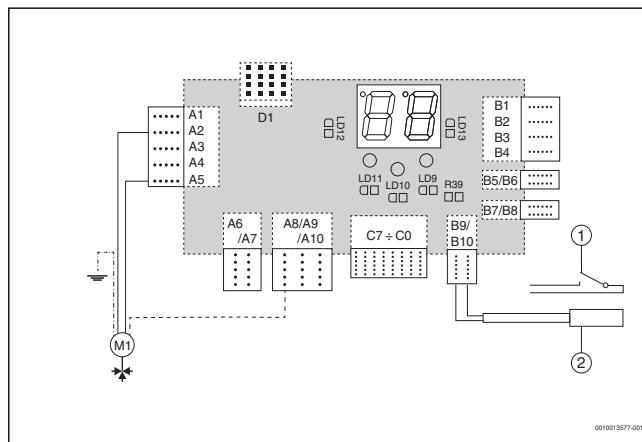

Fig. 1 Raccordement de la vanne à 3 voies pour le fonctionnement de la commande ECS ou la source de remplacement
- ▶ Raccorder les câbles de la vanne de régulation à l'électronique de la chaudière conformément au schéma de connexion (→fig. 1). Isoler les fils restants (il s'agit de contacts internes de la vanne de régulation).
- ▶ Raccorder la sonde aux bornes B9-B10 de l'électronique conformément au schéma de connexion (→fig. 1). Le respect de la polarité n'est pas nécessaire au niveau des bornes et des câbles de sondes.